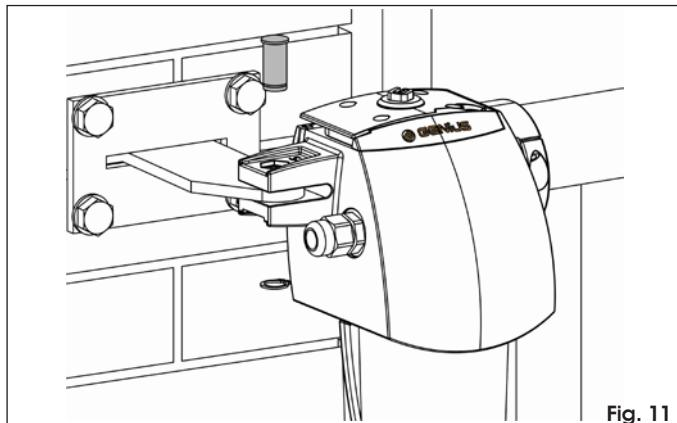

Fig. 11
① Effectieve slaglengte stang ② maximale waarde ③ minimale waarde
- Bevestig de aandrijving aan de zojuist bevestigde achterste beugel met behulp van de bijgeleverde pennen en elastische ringen (Fig. 11).